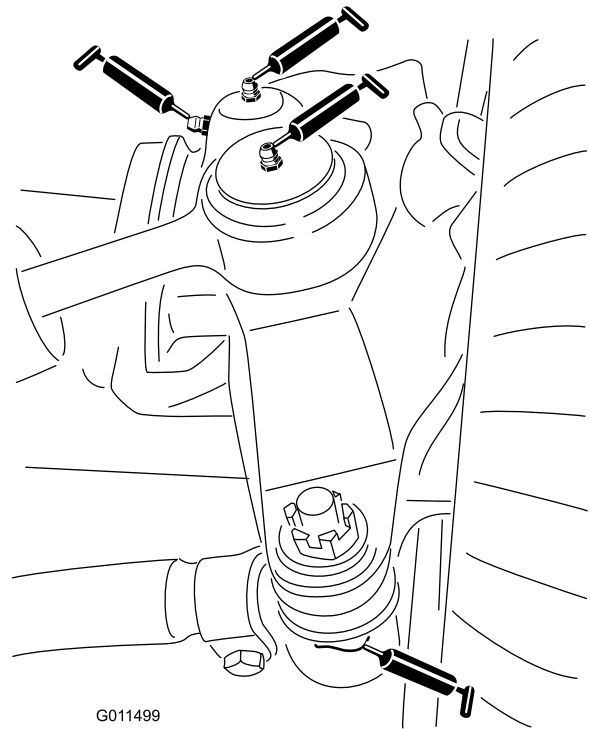

Bild 38
- Zwei Lenkzylinder-Kugelgelenke (Bild 38)
- Zwei Spurstangen-Kugelgelenke (Bild 38)
- Zwei Achsschenkelbüchsen (Bild 38).